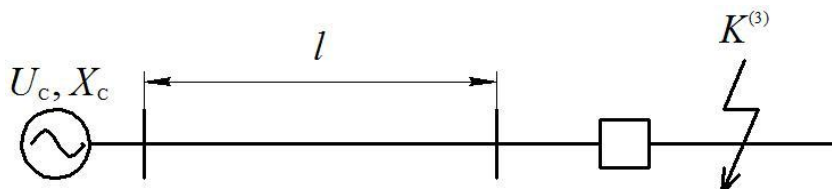
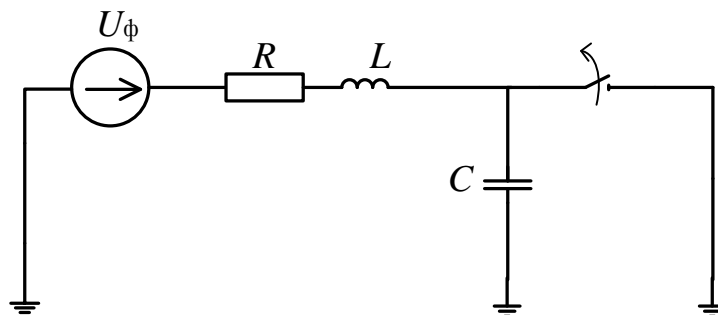

Рис. 7
Рис. 8
Исследования проводятся в лаборатории «Исследования режимов работы систем электроснабжения» с использованием вычислительной техники применительно к схеме, приведенной на рис. 7, схема замещения приведена на рис. 8, а исходные данные в табл. 3.
Каждому студенту предлагается подготовить исходные данные для схемы (рис. 8) согласно выданному варианту. Как правило, для студентов очной формы обучения это вариант задачи №9 [4], решаемой на практическом занятии, для студентов заочной формы обучения это вариант курсовой работы
2. Цель работы, схемы рис. 7, 8 и пояснения к ним.